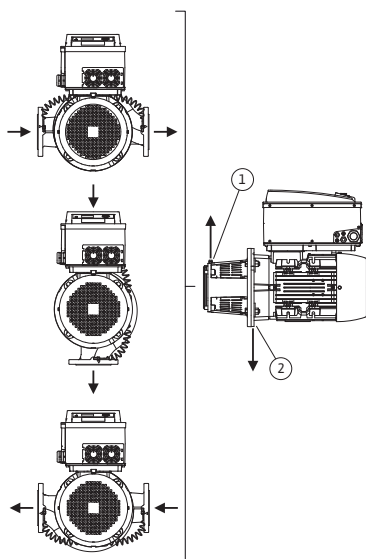
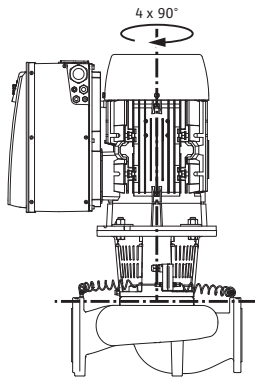

Fig. 18: Godkjente monteringsposisjoner med horisontal motoraksel
Fig. 19: Godkjente monteringsposisjoner med vertikal motoraksel
De godkjente monteringsposisjonene med horisontal motoraksel og elektronikkmodul oppover (0°) er fremstilt i fig. 18. De godkjente monteringsposisjonene med elektronikkmodul montert på siden ($\pm 90^\circ$) er ikke avbildet. Alle monteringsposisjoner med unntak av «Elektronikkmodul nedover» (-180°) er tillatt. Lufting av pumpen er bare garantert hvis luftenpekeren peker oppover (fig. 18, pos. 1).
Bare i denne posisjonen (0°) kan oppsamlet kondens føres målrettet bort via en tilgjengelig boring, pumpelaterne samt motor (fig. 18, pos. 2). Fjern i denne forbindelse pluggene på motorflensen.
De godkjente monteringsposisjonene med vertikal motoraksel er fremstilt i fig. 19. Alle monteringsposisjoner med unntak av «Motor nedover» er tillatt.
- Lufterventilen på laternen (fig. 6, pos 1.31) skal alltid peke oppover ved horisontal motoraksel (Fig. 6a:). Ved vertikal motoraksel er alle orienteringer tillatt. Se også Fig. 18: «Godkjente monteringsposisjoner med horisontal motoraksel» på side 17 evt. Fig. 19: «Godkjente monteringsposisjoner med vertikal motoraksel» på side 18.